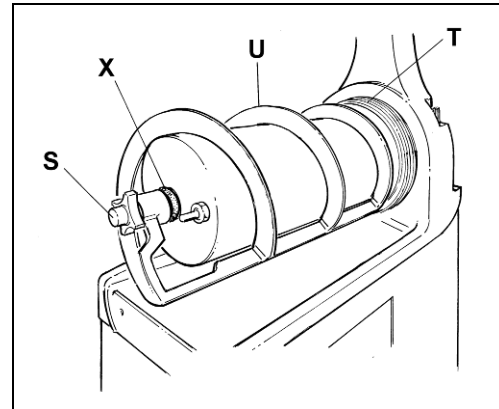

Fig. 14
- Svitare il pomello di fissaggio S in senso orario (filettatura sinistra) e procedere all'estrazione del gruppo di miscelazione U e delle guarnizioni di tenuta X e T (vedi fig.14).
- Procedere al rimontaggio del gruppo di miscelazione (fig.14) attenendosi alle seguenti operazioni: